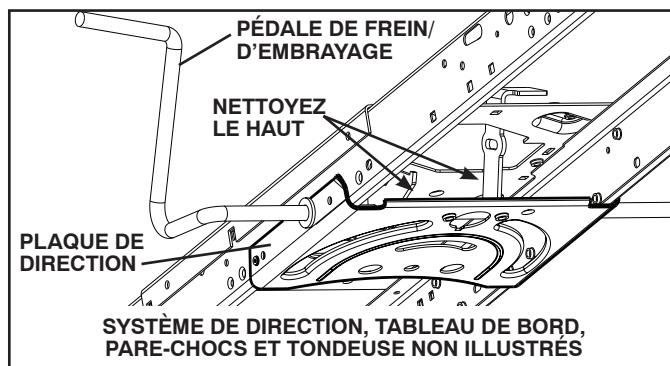

Fig. 30
- Nettoyez toute trace de débris sur la plaque de direction. Les débris peuvent empêcher le mouvement de l'arbre de la pédale de frein/d'embrayage, provoquant le glissement de la courroie avec perte d'entraînement. Voir Fig. 30.